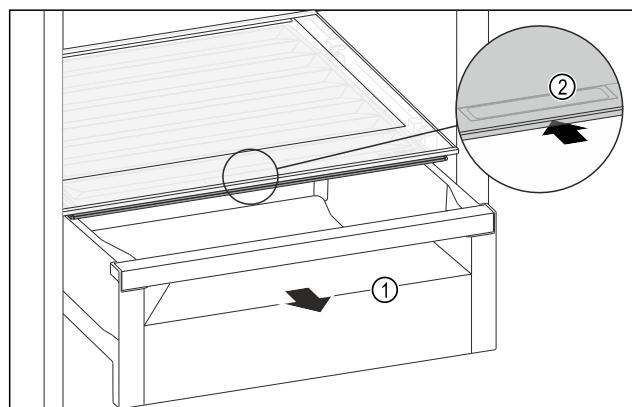

Fig. 138
- Извлеките выдвижной ящик Fig. 138 (1).
- Возьмитесь за утопленную ручку Fig. 138 (2) на крышке отделения и одновременно введите крышку отделения назад.